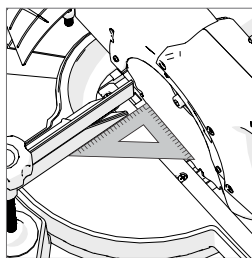

Fig. 19
- S'assurer que la tête de coupe se trouve dans la position de verrouillage inférieure et que la tige de fixation est totalement encliquetée. (cf. **Fig. 19**).
- Mettre l'équerre sur la table, le côté court sur la table et le côté long sur la lame de scie (pas sur les pointes TCT). (Fig. 19)